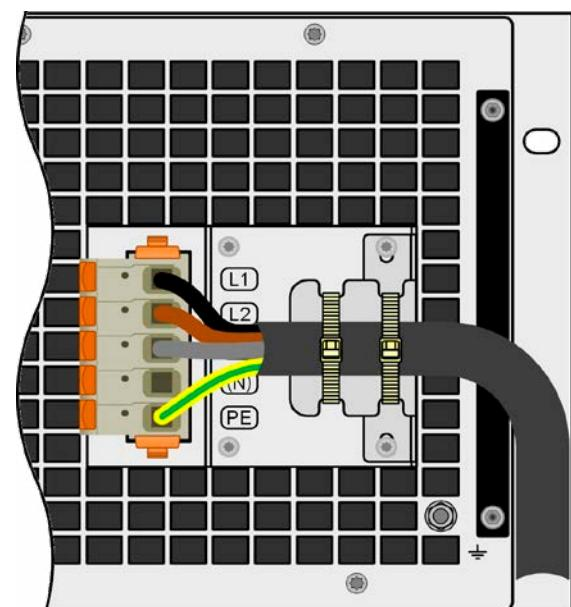

Bild 12 - Fertig montierte Zugentlastung
2. Den Haltewinkel anbringen und mit den mitgelieferten, längeren Schrauben (M3x8) und den Spannscheiben befestigen. Siehe Bild 12 unten.